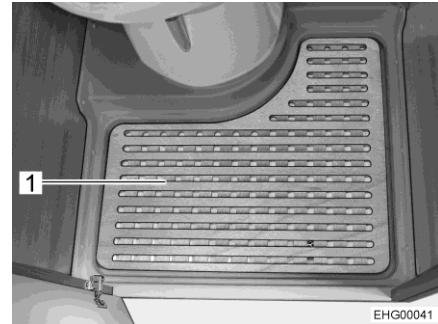

Bild 100 Herausnehmbare Bodenplatte
- Herausnehmbare Bodenplatte (Bild 100,1) zum Duschen entfernen.